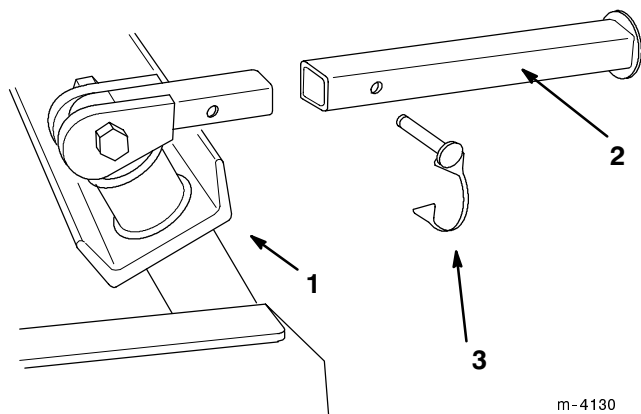

Abbildung 8
8. Die Klemmhebel an den Hubarmklemmen anbringen und mit Verriegelungsstiften sichern (Abb. 8).
Vor jedem Einsatz ein korrosionsbeständiges Fett auf Kalziumsulfonatbasis auf einen Schmiernippel an der Drehachse des Besens (Abb. 13) geben. An den 8 anderen Schmiernippeln an beiden Laufradachsen (Abb. 14, nur eine Seite gezeigt), an der rechten Seite der Achse (Abb. 15), am Motor/Achsen-Gestänge (Abb. 16), am rechten und linken Arm (Abb. 17, nur eine Seite gezeigt) und an den Hubarmklemmen (Abb. 8, nur eine Seite gezeigt) alle 8 Betriebsstunden Fett auftragen. Auf alle Schmiernippel unmittelbar nach jedem Spülen Fett geben.